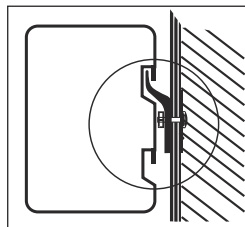

Рис. 7
1. После того как вы выбрали правильное место установки водонагревателя, определите точки для отверстий для крепления монтажной планки, приложив её к стене. Просверлите в стене отверстия соответствующей глубины с использованием сверла, подходящего по размеру под крепежные винты. После чего, с помощью крепежных винтов закрепите монтажную планку на стене и подвесьте на неё водонагреватель (рис. 7)